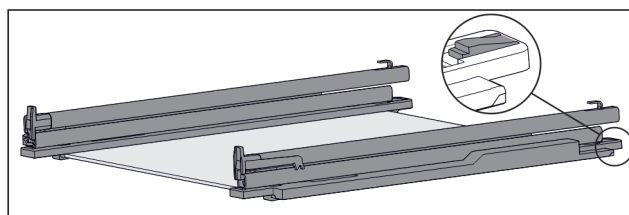

Fig. 109 Стекла́нная пласти́на с напра́вляющими и крепе́жными элементами
- ▶ Крепежный элемент сзади прижмите вниз (см. Fig. 109) и одновременно отодвиньте направляющую назад.